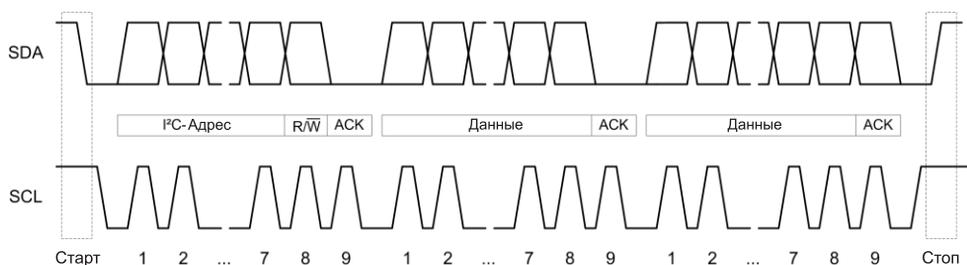

Рис. 13.1. Последовательность передачи по шине I²C
указание направления передачи данных осуществляется посредством последнего бита чтения/записи в переданном байте адреса. При установке этого бита на высокий логический уровень данные должны считываться из ведомого устройства (R). Если же данные должны передаваться на ведомое устройство, то бит устанавливается на низкий уровень (\bar{W}). Когда ведомое устройство, декодировав адрес, определяет, что было обращение именно к нему, то оно подтверждает правильное получение адреса, передавая следующий бит подтверждения АСК (Acknowledge) низкого логического уровня (АСК = 0). Затем в большинстве случаев в микросхему передается внутренний адрес того или иного регистра. После этого передаются данные, которые должны быть записаны в указанный регистр, или наоборот считываются из этого регистра. На рис. 13.1 представлен пример последовательности передачи.